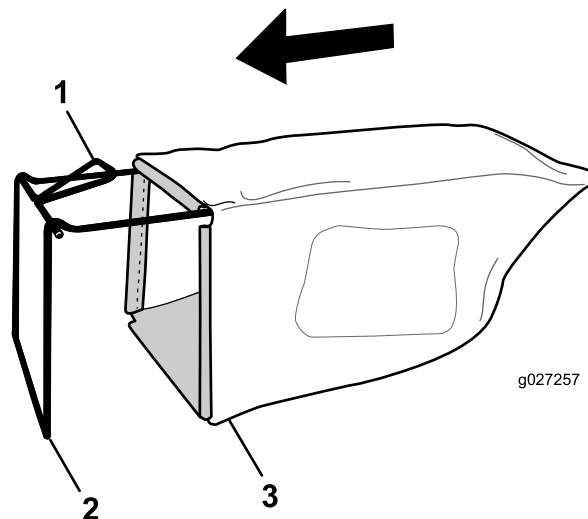

Рисунок 9
- Установите травосборник на раму, как показано на Рисунок 9.
**Примечание:** Не надевайте травосборник на ручку (Рисунок 9).